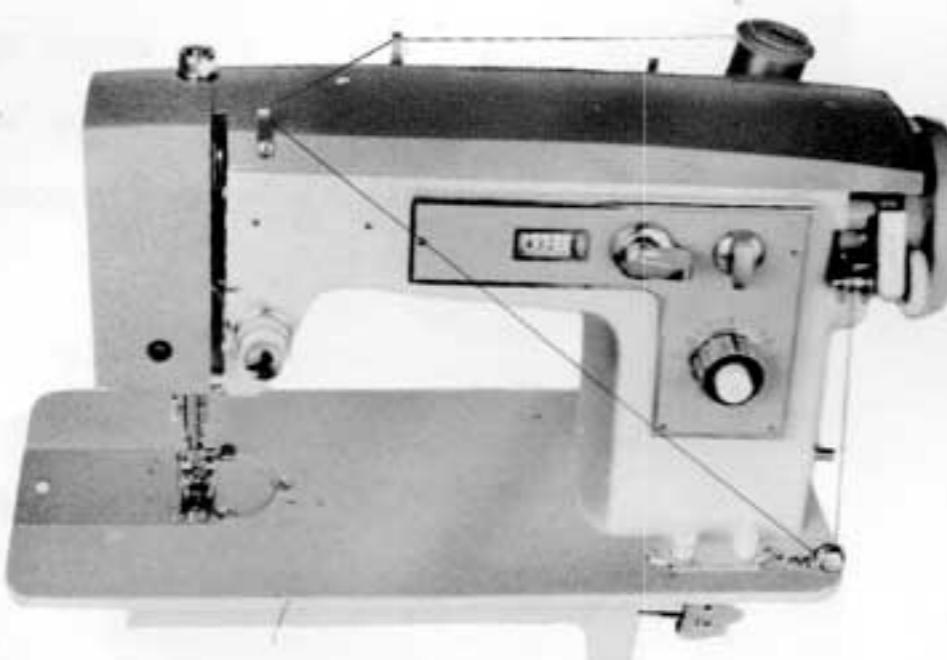

Fig. 21
2. Place a spool of thread on the spool pin. Draw thread from the spool through upper thread guide, and downward across machine from left to right. (Fig. 21)
Klos draad op de pen. Trek de draad door geleider op bovenarm en na beneden door draadgeleider uiterst rechts van links naar rechts (fig. 21).